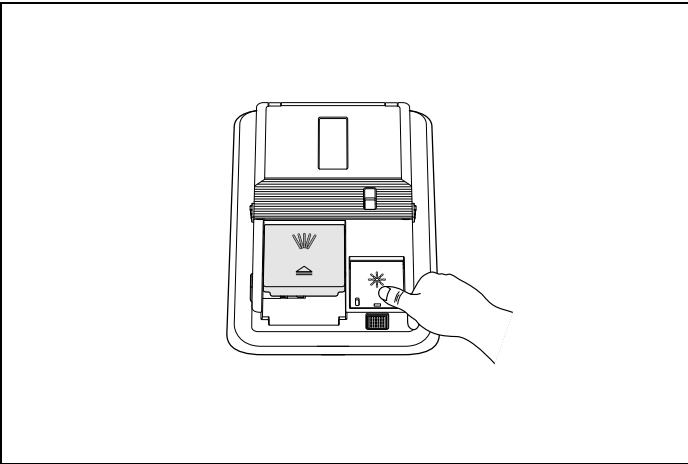

Fig. 73
3) Fermez le bouchon jusqu'à ce qu'il s'encliquète Fig. 73 .